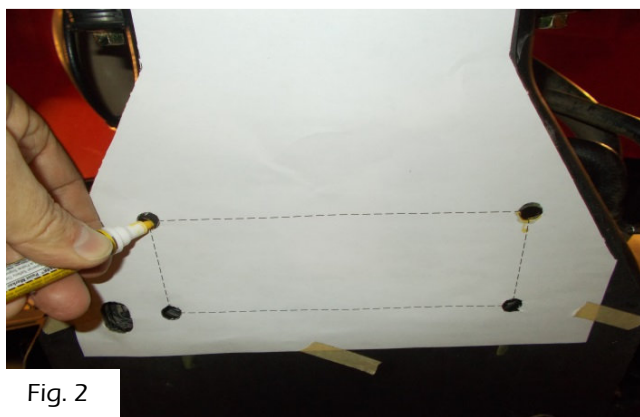

Fig. 2
- 3) Alignez les divers repères du gabarit sur la plaque de protection et marquez les trous de montage (consultez la figure 2).